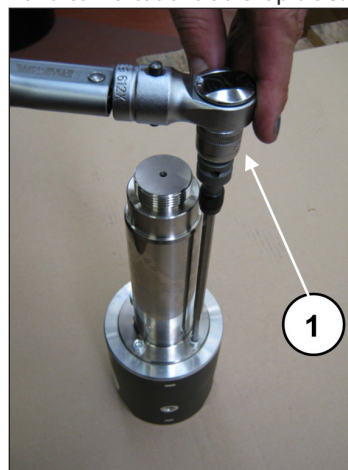

Fig. 49
Introduire la tige du guide de piston dans le logement prévu à cet effet sur le guide de piston (rep. ①, Fig. 48) et la fixer à celui-ci à l'aide de 4 vis à tête cylindrique M6x200 (rep. ①, Fig. 49).
Serrer les vis à l'aide d'une clé dynamométrique (rep. ①, Fig. 49), en suivant les indications du chapitre 3.